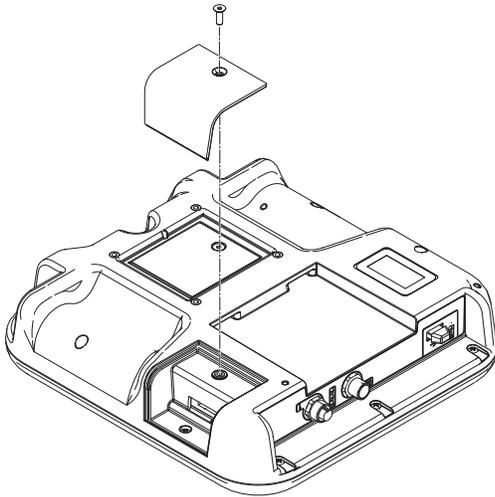

FIG. 2 : Dépose du couvercle d'accès au jeton
1. Positionnez l'ADM de sorte à l'orienter vers le bas sur une surface plane et retirez le couvercle d'accès au jeton (L) comme illustré à la **Figure 2**.